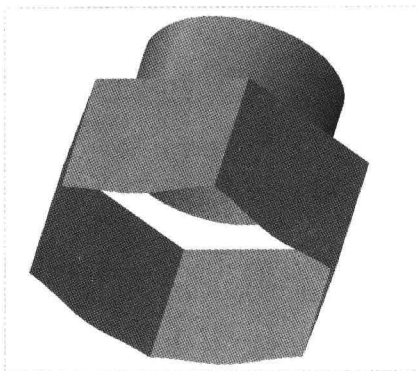

图 10-39 旋转修剪曲面
Step 04 单击“应用并保存在工具中所做的所有更改，然后关闭工具操控板”按钮，即可旋转修剪曲面，如图 10-39 所示。